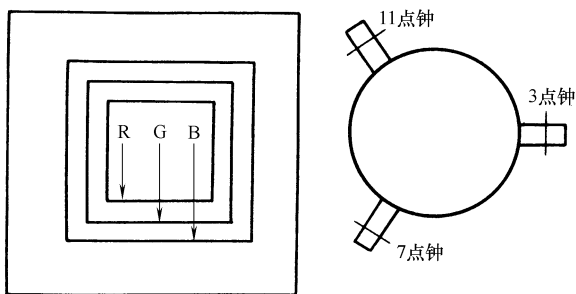

图 4-10 动会聚调整（四）
4) 若出现如图 4-10 所示的情况时, 可将一个橡皮楔从 3 点钟位置逐渐插入, 使三个彩色方框重合在一起, 最后将另两个橡皮楔分别从 7 点钟和 11 点钟的位置插入, 最后用胶带固定。